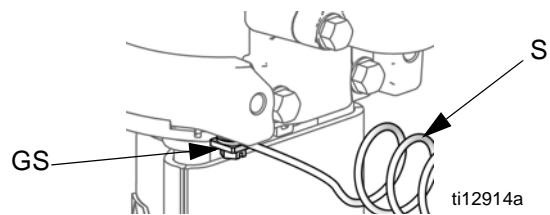

FIG. 2. Tornillo y cable de conexión a tierra
1. Bomba: Vea la FIG. 2. Verifique que el tornillo de conexión a tierra (GS) esté fijado y apretado con seguridad en el motor neumático. Conecte el otro extremo del cable de conexión a tierra (S) a una tierra verdadera.